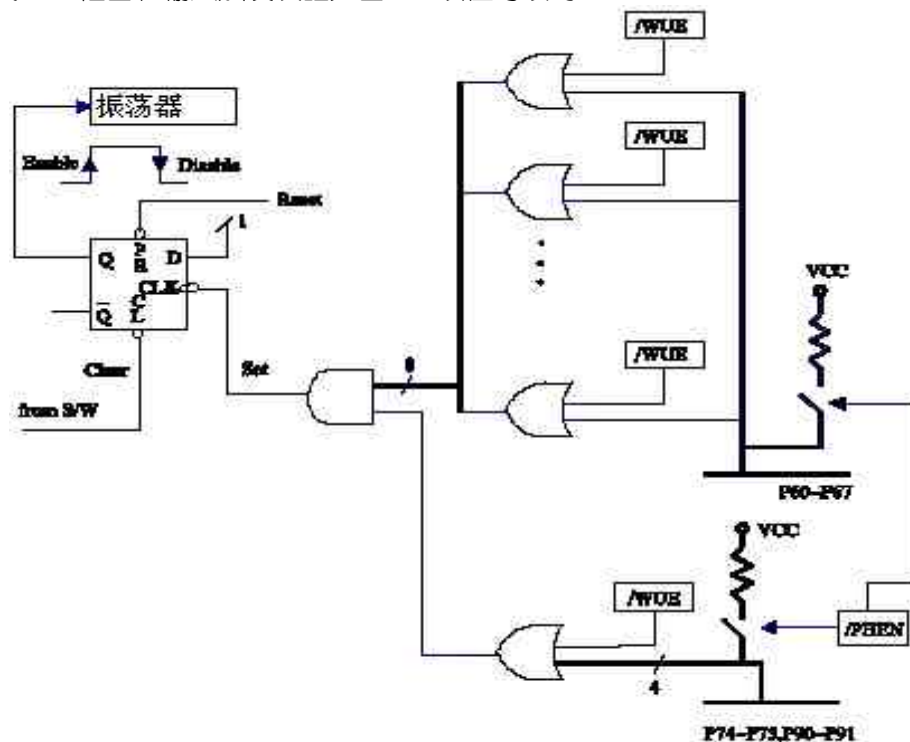

图5 休眠模式和I/O口唤醒电路框图
- 第 4 位 (SLPC) 该位在唤醒信号下降沿由硬件置 1, 由软件清 0。该位用于控制振荡器的工作。由高到低变化时振荡器禁止 (振荡器停振, 单片机进入休眠模式 2), 由低到高变化时振荡器使能 (单片机由休眠模式 2 唤醒)。为了保证振荡器输出的稳定, 一旦振荡器再次使能, 在执行下一指令之前有大约 18ms 延时 (OST)。不论代码选项位 WTC 是否为 0, OST 都会由唤醒激活。唤醒后, 若 WTC 为 1 则 WDT 使能。休眠模式 2 的框图和输入触发唤醒如图 5。该位可读写。